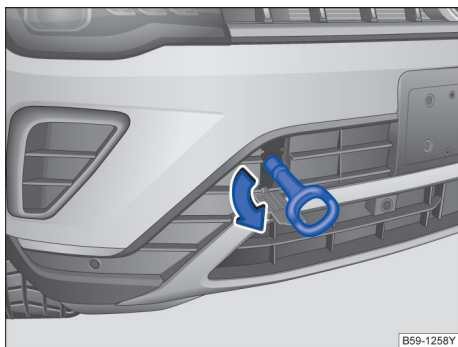

图 213 在保险杠的右前部：安装牵引环
- 将牵引环朝箭头方向拧入螺纹孔内，直到限位位置 → 图 213。